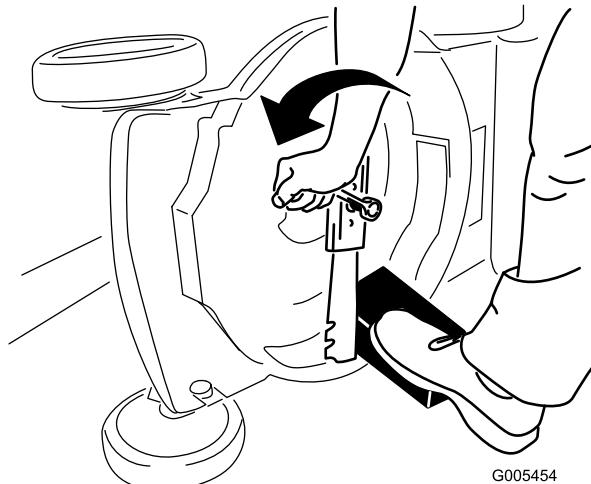

Рисунок 25
3. Используйте деревянную подкладку для неподвижного удерживания ножа (Рисунок 25).
- Снимите нож, сохранив все крепежные детали (Рисунок 25).